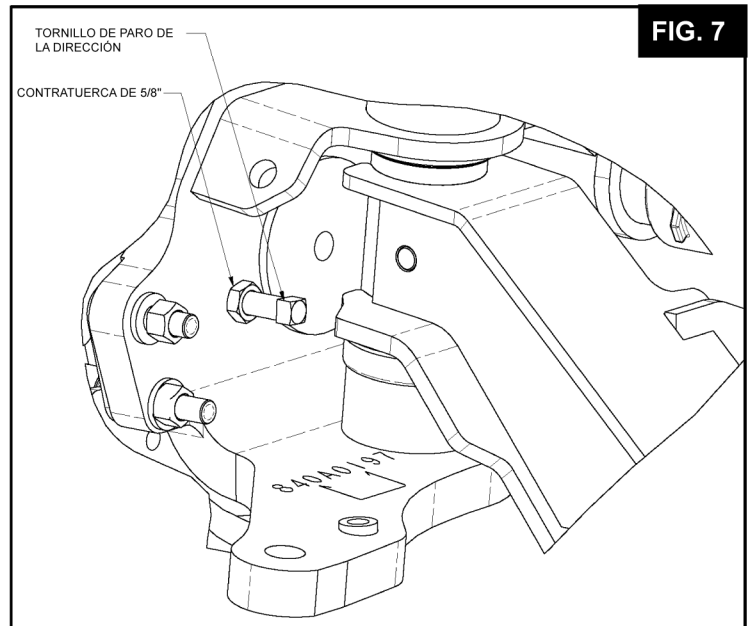

FIG. 7
10.1 El tornillo de paro de la dirección está configurado previamente al ángulo de dirección máxima sin llevar a fondo el amortiguador de impacto de la dirección. El radio de dirección puede reducirse para evitar el contacto de la llanta con otras partes del vehículo, aflojando la contratuerca y girando hacia fuera el tornillo del paro de dirección (vea la Fig. 7).